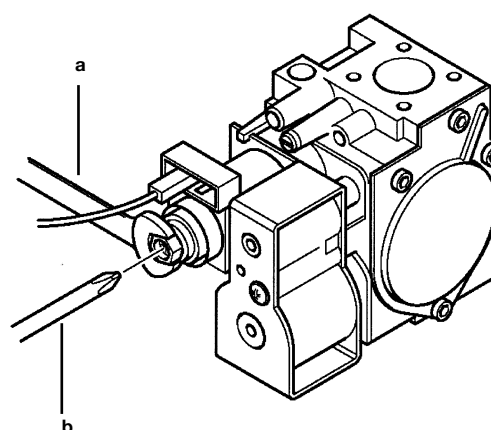

Rysunek 12
Sposób kalibrowania regulatora ciśnienia różni się nieco w zależności od typu używanego zaworu gazu (HONEYWELL lub SIT, patrz rysunek 12).
- podłączyć chwyt ciśnienia dodatni manometru różnicowego, najlepiej wodnego, do chwytu ciśnienia (Pb) zaworu gazu (rysunek 12). Podłączyć, tylko w modelach z zamkniętą komorą spalania, chwyt ujemny tego manometru do odpowiedniego trójkątnika, który umożliwi jednoczesne podłączenie chwytu wyrównawczego kotła, chwytu wyrównawczego zaworu gazu (Pc) i samego manometru. (Taki sam pomiar można przeprowadzić podłączając manometr do chwytu ciśnienia (Pb) oraz bez przedniego panelu zamkniętej komory spalania;
- sprawdzić, czy ciśnienie dynamiczne zasilania kotła, mierzone na chwycie ciśnienia (Pa) zaworu gazu (rysunek 12) jest prawidłowe (37 mbar dla propanu lub 20 mbar dla gazu ziemnego).